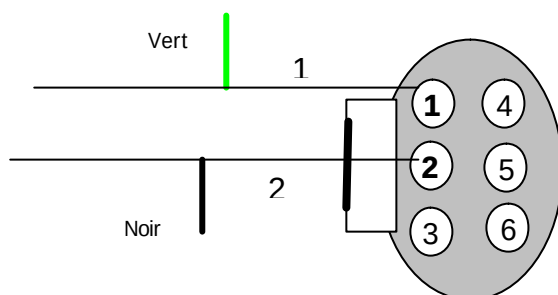

fig.1
- Soudez le fil vert en position 6 dans le connecteur de la pédale (fig.1).
- Coupez le fil de la position 4 de la pédale d'accélérateur. Soudez le fil jaune au fil en position 4 sur le côté du connecteur. Soudez le fil marron au fil en position 4 sur le côté du câblage principal (fig.1).
- Soudez le fil vert en position 1 dans le connecteur de la pédale (fig.1).
- Soudez le fil noir au fil en position 2 dans le connecteur de la pédale (fig.1).
- Soudez le fil vert en position 2 dans le connecteur de la pédale (fig.1).
- Soudez le fil noir au fil en position 4 dans le connecteur de la pédale (fig.1).
- Soudez le fil vert en position 5 dans le connecteur de la pédale (fig.1).
- Soudez le fil vert en position 3 dans le connecteur de la pédale (fig.1).
- Soudez le fil noir au fil en position 1 dans le connecteur de la pédale (fig.1).
- Soudez le fil noir au fil en position 8 dans le connecteur de la pédale (fig.1).